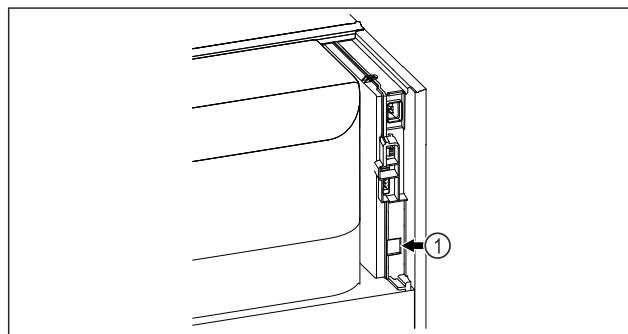

Fig. 89
- ❑ SmartModule Fig. 89 (1) is geplaatst.